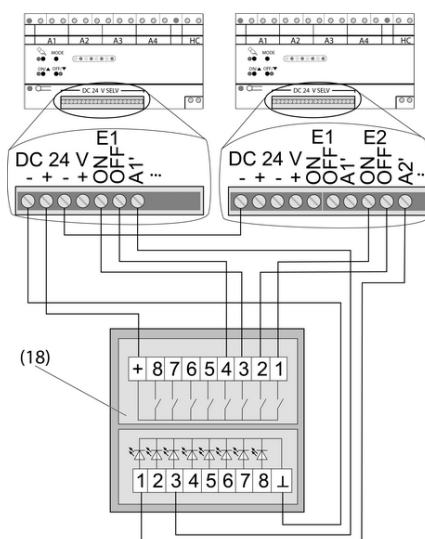
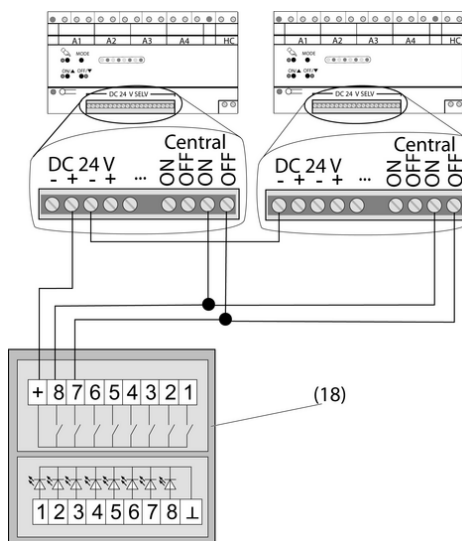

Bild 9: Anschlussbeispiel ein Tastsensor 24 V oder Tastsensor-Modul 24 V an zwei Dimmstationen
Bild 10: Anschlussbeispiel Zentral EIN Zentral AUS
Bei Betrieb mit Tastsensoren 24 V oder Tastsensor-Modul 24 V können diese an bis zu vier Dimmstationen angeschlossen werden. Dazu muss der Minuspol der einzelnen Dimmstationen miteinander verbunden werden. Es können z.B. mit einem Tastsensor 24 V Lastausgänge von mehreren Dimmstationen geschaltet werden (Bild 9) oder eine Zentralsteuerung von mehreren Dimmstationen realisiert werden (Bild 10).
- Tastsensor 24 V gemäß Anschlussbeispiel (Bild 9) oder (Bild 10) anschließen.